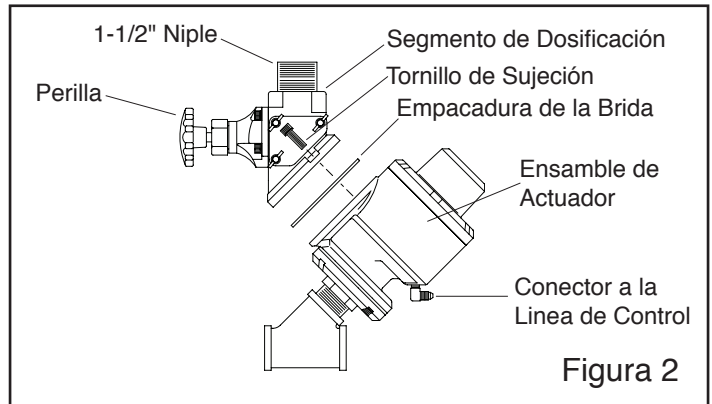

Figura 2
2.5 Retire los cuatro tornillos que sostienen el segmento de dosificación al actuador, y retire el ensamble del actuador como se muestra en la Figura 2.
2.10 Solamente en el caso de válvulas AQV, conecte la línea de control al codo que esta en la parte inferior del ensamble del actuador, como se muestra en la Figura 2.
4.3.13 Coloque las dos arandelas planas y el resorte sobre el tope del pistón como se muestra en la Figura 2.